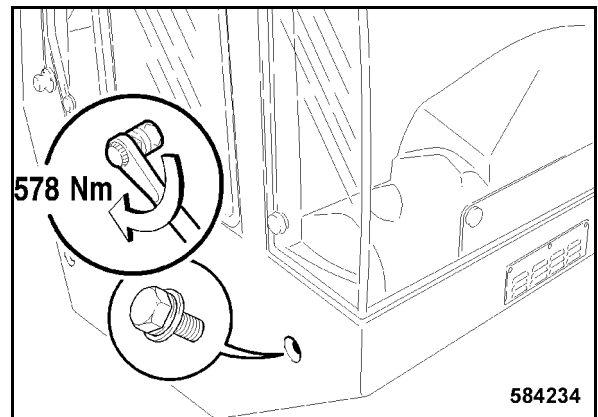

Fig. 249
- El tornillo de fijación delantero, lateral de la derecha hay que apretar con 578 Nm (Fig. 249).